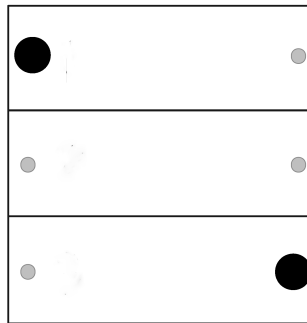

Figure 6: Activation du mode de programmation pour les touches de canal
- Appuyer simultanément pendant plus de 4 secondes sur les touches supérieure gauche et inférieure droite (Figure 6).
- Appuyer simultanément pendant plus de 20 secondes sur les touches supérieure gauche et inférieure droite (Figure 6).